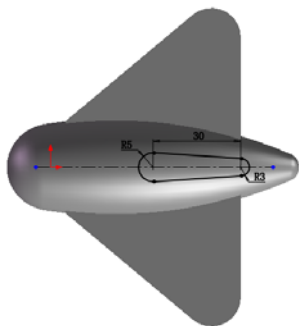

图 9-109 放样草图尺寸 1
(7) 绘制放样草图 1。在左侧“FeatureManager 设计树”中用鼠标选择“前视基准面”，作为绘制图形的基准面；单击“草图”工具栏中的 L （直线）按钮、 O （圆）按钮和 C （裁剪）按钮，绘制如图 9-109 所示的草图并标注尺寸。